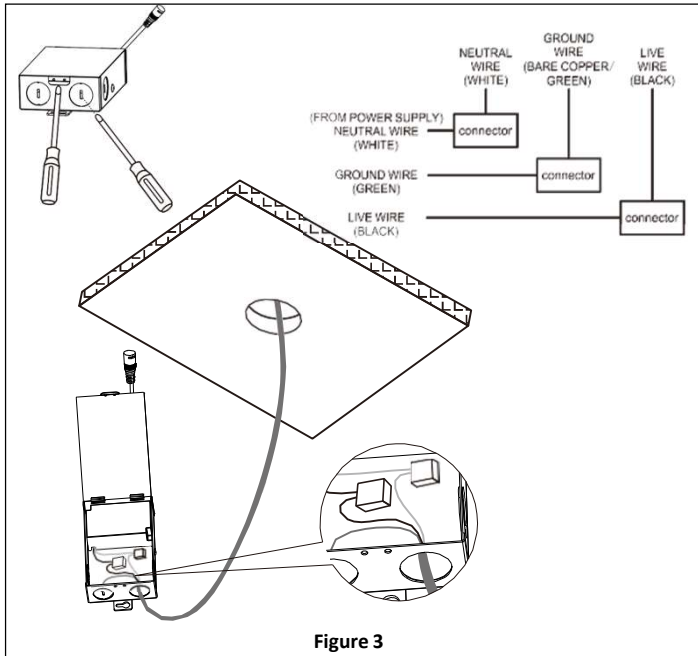

Figure 3
- Ouvrez le capot de la boîte du pilote distant. Poussez, tordez et retirez un ou plusieurs knockouts à l'aide d'un tournevis à lame plate jetant le ou les knockout(s). Alimenter le fil d'alimentation dans le trou d'élimination. Localisez les fils d'alimentation vers le boîtier du pilote distant et connectez-vous aux fils d'alimentation à l'aide des connecteurs de fil fournis (noir à ligne, blanc à neutre et vert à terre). **Reportez-vous à la figure 3.**